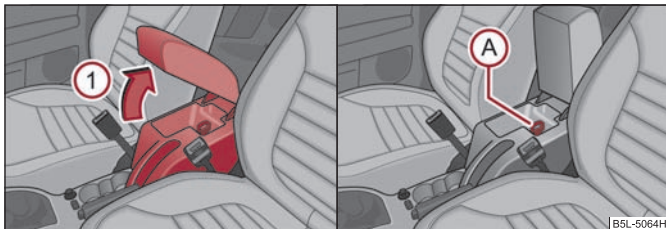

Fig. 94 Cotiera: Torpedoul / Răcirea torpedoului
- Deschideți capacul cotierei în sensul săgeții ① ⇒ fig. 94.
- Trageți încuietoarea în sus, în poziția A ⇒ fig. 94.